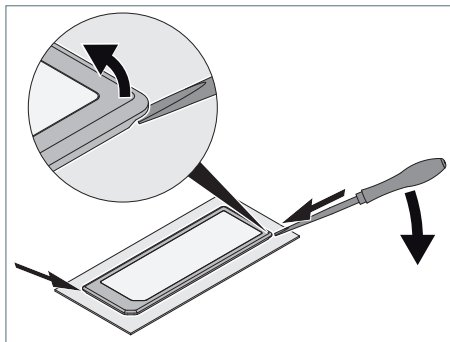

Fig. 6: Retirer le luminaire en faisant levier.
- Introduisez un tournevis dans les rainures sur la face avant et retirez le luminaire en faisant levier, voir Fig. 6.